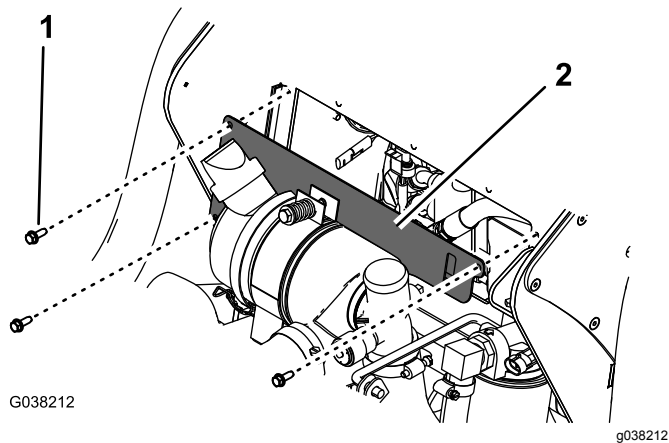

Рисунок 2
2. Снимите плоскую крышку (Рисунок 2).